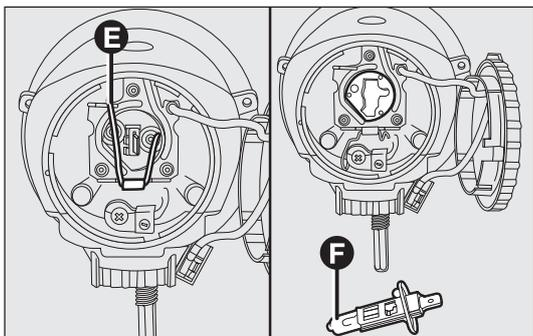

fig. 151
- suelte la ballestilla E-fig. 151 y extraiga la lámpara F;